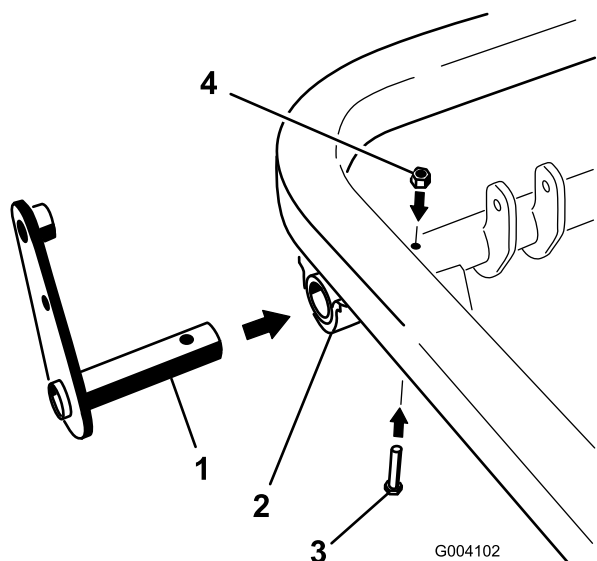

Figura 13
1. Introduzca la barra de la palanca en el extremo izquierdo del tubo de giro, y sujételo pasando un perno (5/16 x 2 pulgadas) y una contratuerca (5/16 pulgada) por el tubo de giro (Figura 13).
3. Apriete el perno de pivote central (elemento 4 en la Figura 13) a 175 – 225 pulgadas-libra (20 – 25 Nm).